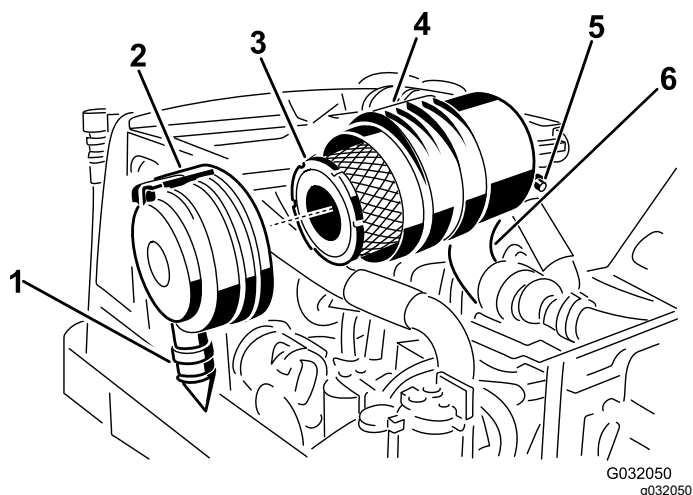

Figure 46
2. Déposez le préfiltre (Figure 46).
positions 5:00 et 7:00 heures vu de l'extrémité, puis verrouillez-le en place (Figure 46).
3. Remplacez le préfiltre (Figure 46).